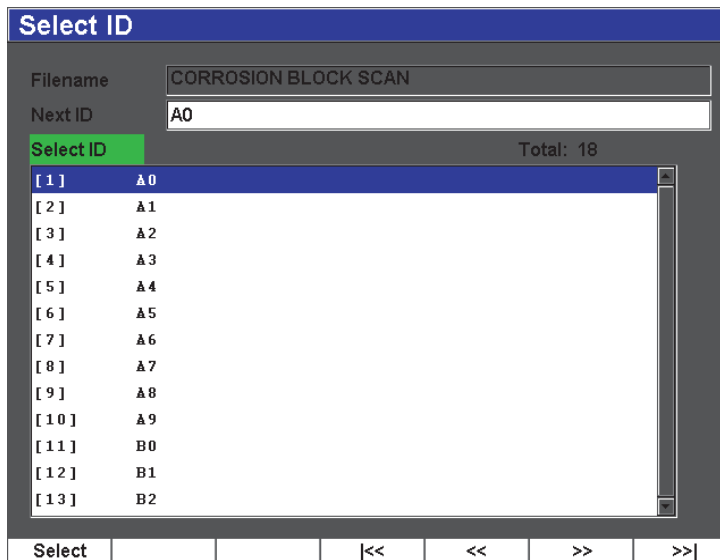

Figura 11-11 Menu Select ID
- Per effettuare una selezione nella lista di tutti gli identificativi nel file aperto correntemente, selezionare **File > Select ID** (seleziona ID) [vedi Figura 11-11 alla pagina 222].